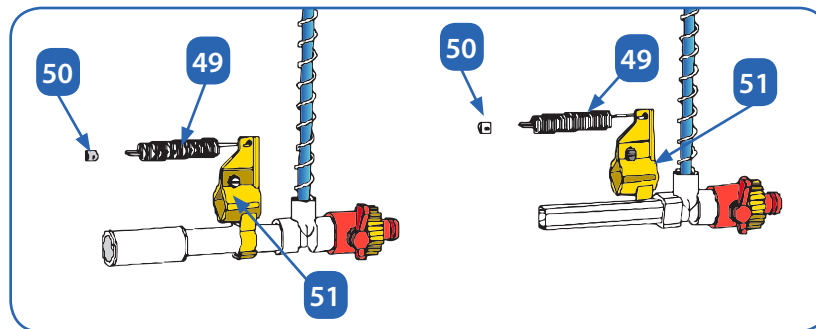

Fig. 43. Kits final de línea, dependiendo del tipo de tubo de PVC.
- Conexión en "T" **47** que conecta el grifo con la tubería de PVC. Hay dos clases de conexión en "T" (Fig. 43), dependiendo del tubo de PVC que se utilice. La "T" se suministra con un tubo para conectarlo directamente con el último tramo de tubería, mediante las piezas de unión o juntas de dilatación.
- El kit de final de línea también incluye el muelle para el cable tensor antiaseladero **49** , el prensacables **50** y el soporte final de tramos **51** (Fig. 43).